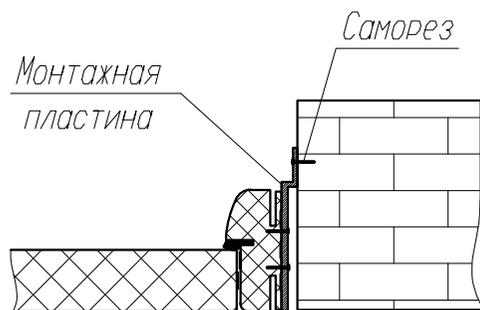

Рис. 2.
6. Закрепить дверной блок к дверному проему при помощи металлических монтажных пластин и саморезов (рис. 2).